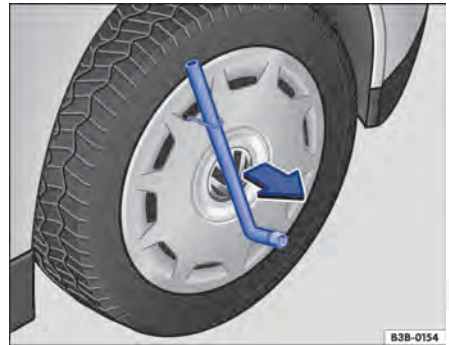

Fig. 291 Retirar a calota integral.
- Passar a chave de roda pelo gancho → Fig. 291 e puxar a calota para fora no sentido da seta.